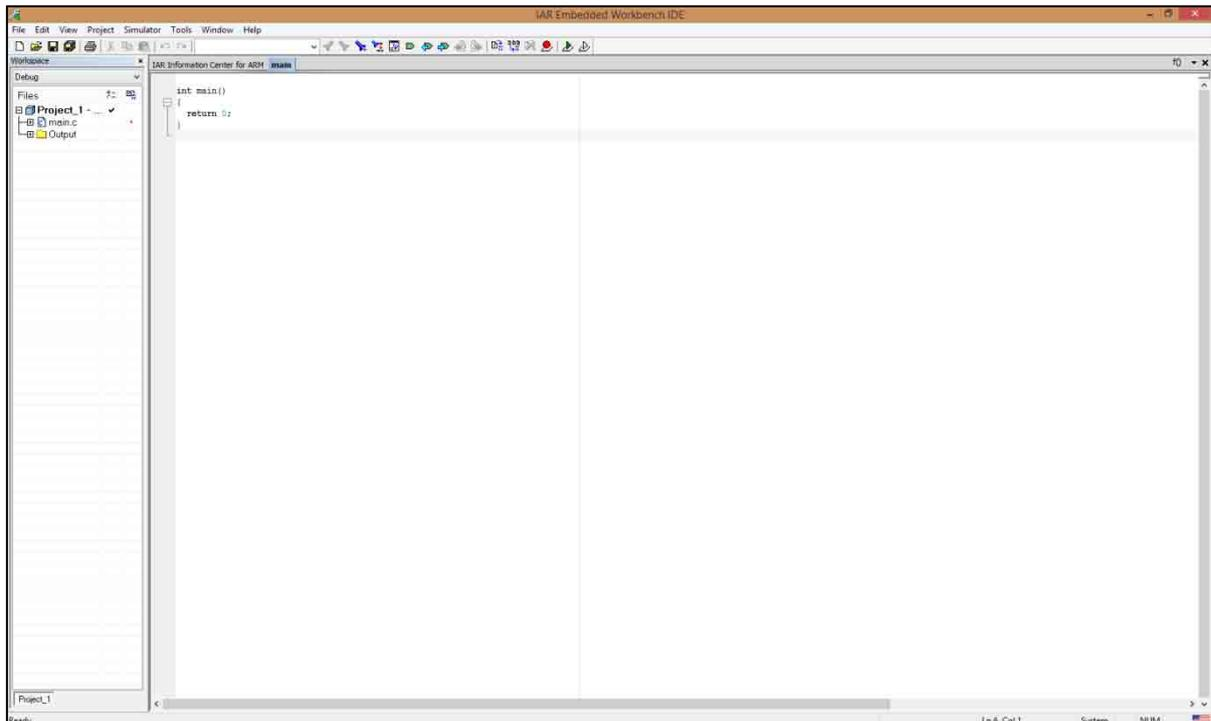

Рис. 3.5. Рабочее окно проекта
4. После сохранения проекта будет открыто его рабочее окно (рис. 3.5).